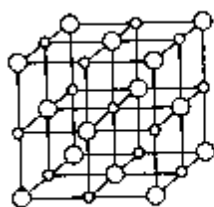

图6-1 NaCl的晶体结构
**对称中心** 对称中心也是对称元素，常用 $i$ 表示。通过对称中心可以做倒反操作。例如人的双手手心相对，逆平行放置，此时左右手构成倒反关系。图6-1所示的NaCl晶胞中，在体心位置存在对称中心。因此晶胞中任意一个原子与对称中心相连，在反方向等距离处必存在同样的原子。晶体有无对称中心对晶体的性质有较大的影响。